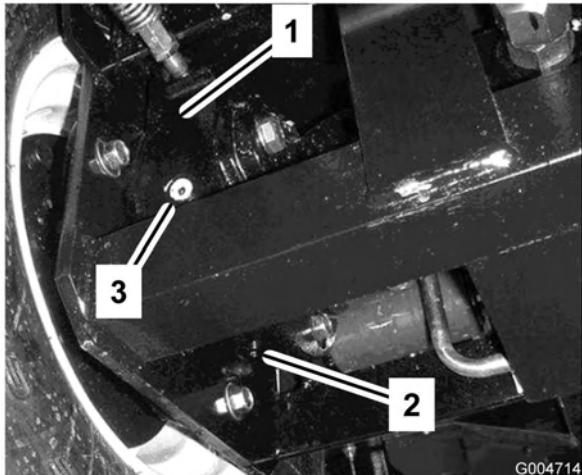

**Bild 58**
1. Stellen Sie die Maschine auf eine ebene Fläche und positionieren Sie das Rad so, dass sich die Prüf-/Ablassschraube (Bild 58) in der tiefsten Stellung befindet.